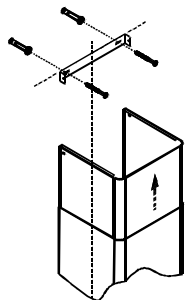

РИС. 4
6.2 Крепление кронштейна к стене для зонтов “Аметист”, “Аквамарин”, “Алмаз 60/90”, “Кристалл 90”, “Топаз 90” (рис. 4):